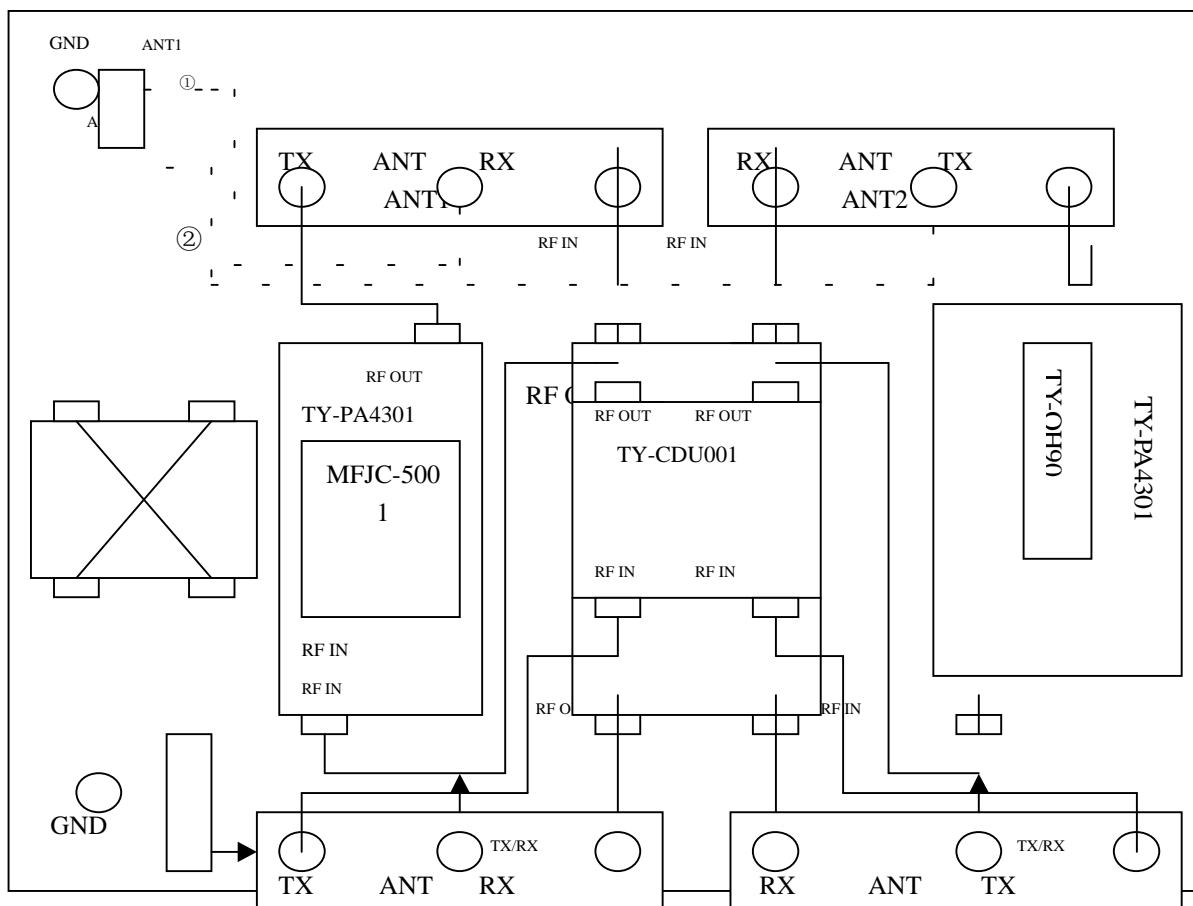
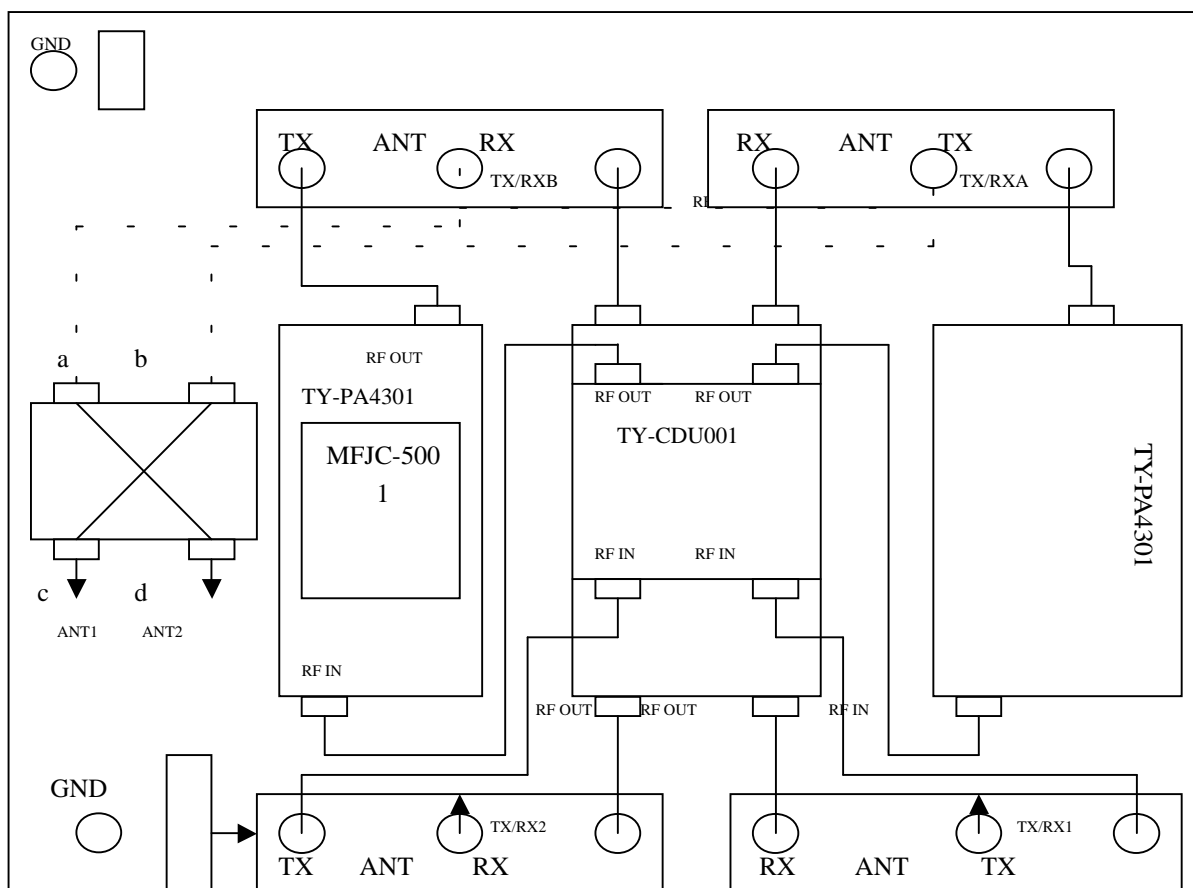

图 4-3a TY-RE900-47-2 电缆连接示意图----两载波分路
图 4-3b TY-RE900-47-2 电缆连接示意图----两载波合路
机箱内部电缆连接如图 4-3a 示 (此种方式为出厂时的连接方式), 将编号为①、②的两根电缆线取下, 找到图 4-3b 所示的编号为 a、b、c、d 的四根备用电缆, 并按图 4-3b 所示的标识一一对应连接。